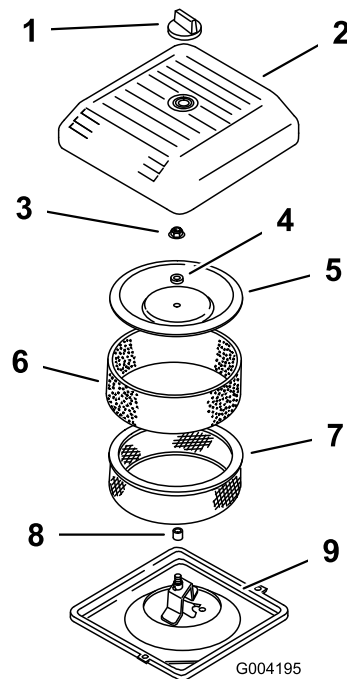

図 39
- エアクリーナのカバーを固定しているノブを外し、カバーを取り出す(図 39)。
4. ペーパーエレメントについているスポンジエレメントを注意深く外す(図 39)。
5. カバーナットを外し、カバー、スペーサ、ペーパーエレメントを外す(図 39)。
2. エアクリーナのベースにエアクリーナアセンブリを取り付ける(図 39)。
3. カバーとスペーサを元どおりに取り付け、ナットで固定する(図 39)。ナットを 11 N·m 1.09 kg·m = 95 in-lb にトルク締めする。
4. エアクリーナのカバーを元通りに取り付け、ノブで固定する(図 39)。